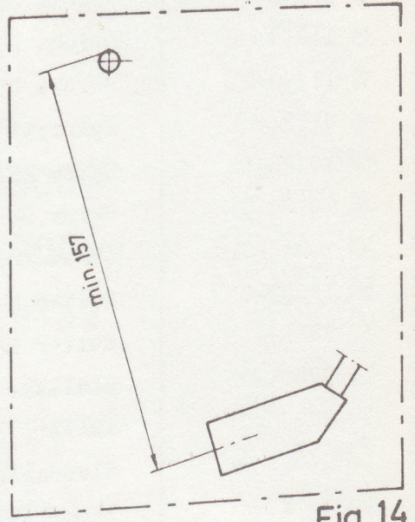

Fig. 14
- Tonarmen föres sakta utåt, tills ett tydligt stopp erhålles ett stycke från tonarmsstödet (31). Min.måttet enligt fig. 14 skall då innehållas.